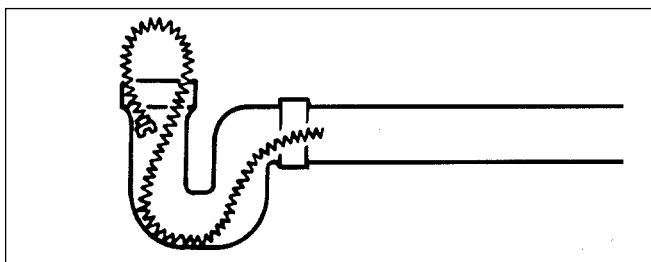

Figura 7 – Modo de sujetar el cable a la entrada del desagüe
- Sujete el final del cable en la entrada del desagüe metiendo su extremo en la tubería como se muestra en la *Figura 7*. Este procedimiento es especialmente útil cuando se está limpiando un desagüe o conducto con una caída considerable, como una bajante o tubo vertical de evacuación.